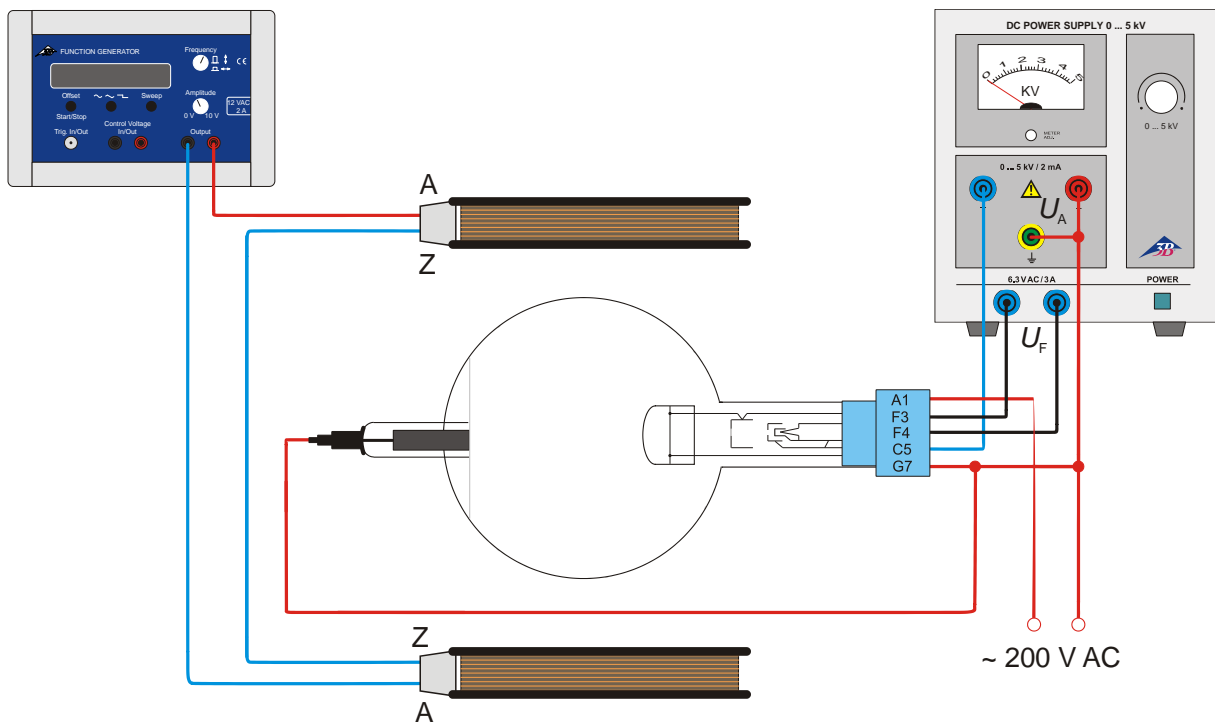

Fig 6 Desviación en campos magnético y eléctrico alternos colineales (figuras de Lissajous)
- Realice el cableado de acuerdo con la Fig. 6.